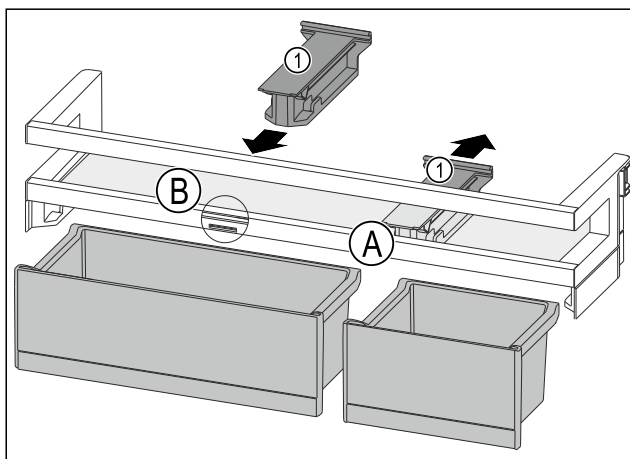

Fig. 224
- Tirare l'elemento di tenuta Fig. 224 (1) all'indietro per portarlo in posizione Fig. 224 (A).
- Inserire l'elemento di tenuta Fig. 224 (1) in posizione Fig. 224 (B).